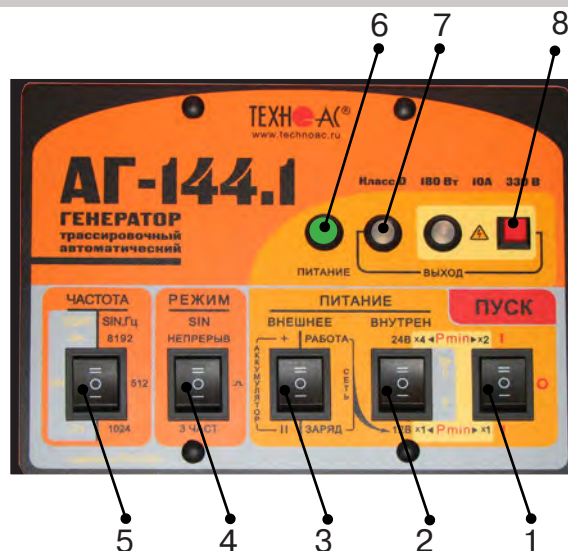

рис. 4.3
Включить питание клавишей включения питания поз. 1 **рис.4.3** в одно из положений «I», в зависимости от выбираемой мощности. При свечении индикатора «Питание» поз.6 желтым цветом следует зарядить внутренние аккумуляторы, свечение зеленым цветом - можно приступать к работе.
1) Открыть крышку. Выбрать переключателем «ЧАСТОТА» поз. 5 **рис.4.3** необходимую частоту синусоидальной генерации (512 / 1024 / 8192Гц).
2) Выбрать переключателем «РЕЖИМ SIN» поз. 4 **рис.4.3** необходимый вид синусоидальной генерации (непрерыв/  /3част).
Переключатель поз.3 **рис.4.3** установить в положение «работа».
Переключателем напряжения внутреннего питания поз.2. **рис.4.3** установить первый коэффициент выбора мощности генерации.
4) Включить питание клавишей включения питания поз.1 **рис.4.3** в положение соответствующее второму коэффициенту выбора мощности
5) Начнется генерация и автосогласование с постепенным возрастанием напряжения на выходе. Здесь следует наблюдать за цветом индикатора «ВЫХОД» поз.7 **рис.4.3**. Если автосогласование закончилось зеленым свечением – заданная мощность достигнута. Если желтым – сопротивление нагрузки слишком велико для заданной мощности при выходном напряжении ограниченном «по умолчанию» на «безопасном» уровне 24 В.
Для запуска «неограниченного» режима следует включить питание (переключателем «ПУСК») при нажатой красной кнопке «» поз.8 **рис.4.3** и удерживать ее до засвечивания красного индикатора «». Мигание этого индикатора обозначает потенциальную «опасность». Непрерывное свечение обозначает реальное наличие на выходе напряжения ≥ 24 В.
1) Выключить питание генератора клавишей включения питания поз.1 **рис.4.3**, установив ее в положение «0».